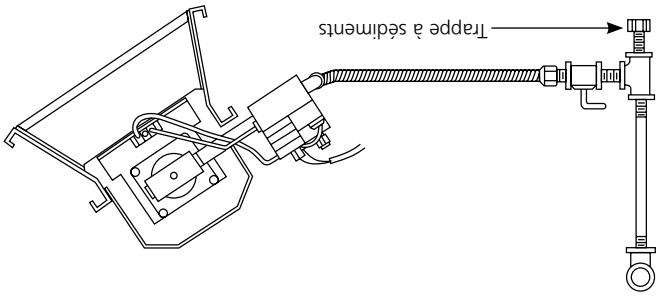

Figure 3. Installation typique de conduites
Assurez une alimentation adéquate en gaz pour l'entrée nominale de chaque appareil de chauffage utilisant des installations de conduites et des appareils de type American Standard dans l'immeuble. Dans la brochure ANSI Z223.1a/NFPA 54, le tableau C-3 illustre la capacité des différents diamètres de conduites de gaz naturel et les longueurs en pied cube par heure avec chute de pression de 0,3 pouces, et une gravité spécifique de 0,60. Pour la capacité des produits de pétrole liquéfiés (LP), se reporter aux figures 3. Sur les conduites filées utilisez un composé à conduite résistant à l'action de tous les gaz.
- Une trappe à sédiments répondant aux exigences caractéristiques de la figure 3 doit être installée dans la conduite vers la soupape à gaz.